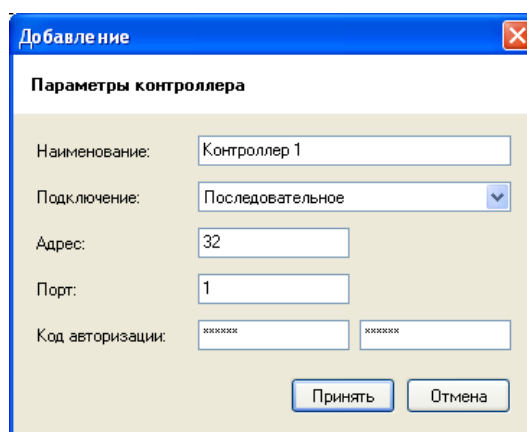

Рисунок 29
- 6) В окне "Выбор контроллера" нажмите кнопку "Добавить", в окне "Редактирование" (см. Рисунок 29) укажите тип подключения "Последовательное", адрес контроллера 32, порт, соответствующий номеру коммуникационного порта компьютера (1 для COM1:), код авторизации 123456 и нажмите кнопку "Принять".